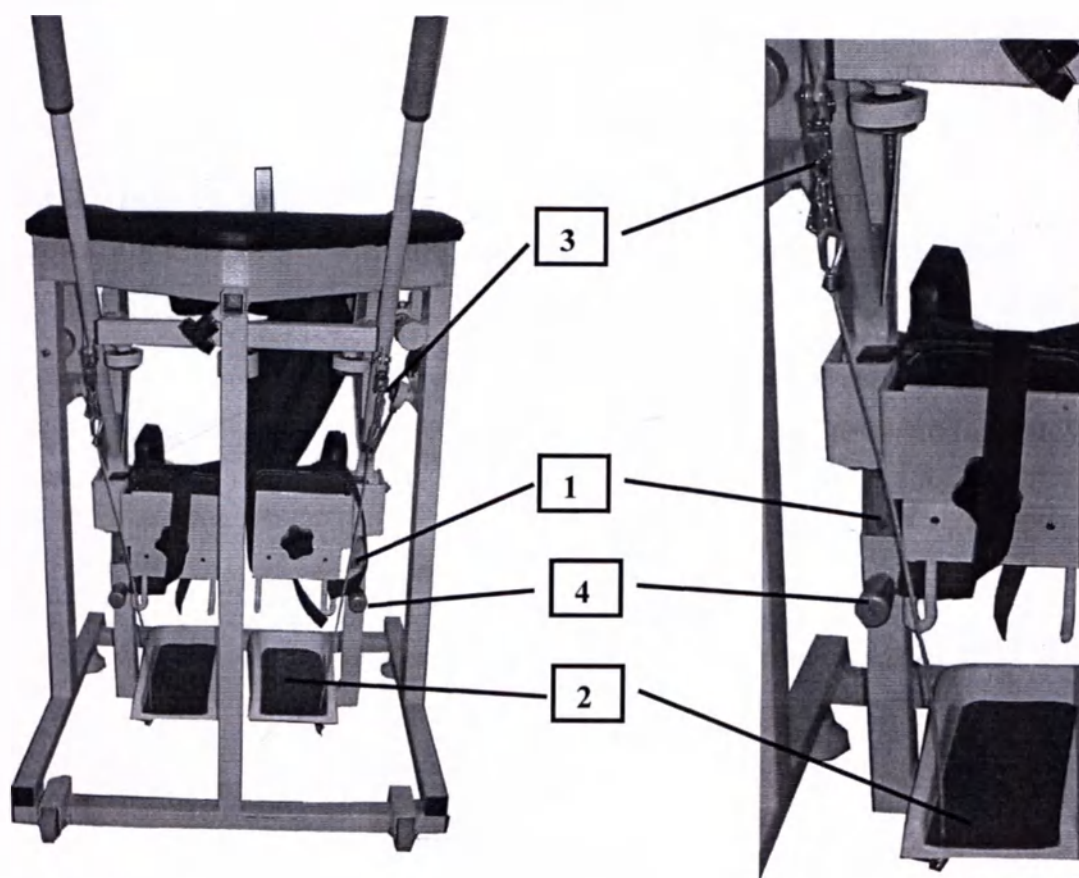

Рисунок 7 – Регулировка длины стоек имитатора.
5.1.3 Провести процедуру регулировки длины стоек имитатора (поз.1 Рисунок 7) к которым крепятся платформы для ступней (поз.2 Рисунок 7), наиболее соответствующую длине ноги пациента.
- Выкрутить винт крепящий трос с цепью в переходном карабине, см. поз.3 Рисунок 7 и Рисунок 8 и освободить трос.